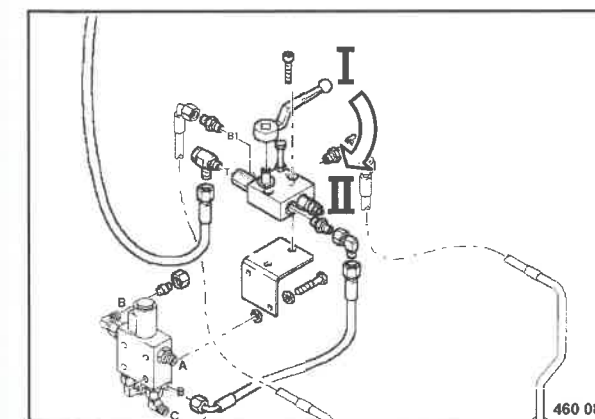

Fig. 76
- Svitare la vite di sicurezza (Fig. 76).